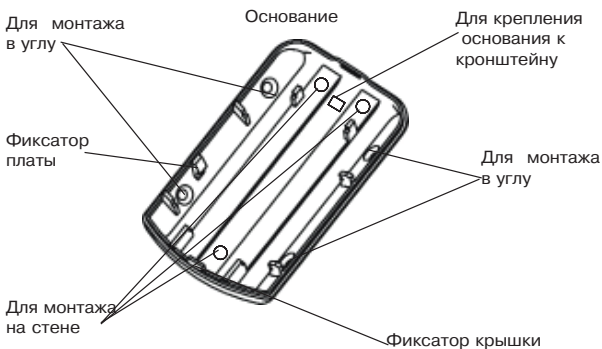

Рис.35
- Снимите крышку извещателя, отжав при помощи отвертки фиксатор, расположенный в нижней части основания извещателя (рис. 35).